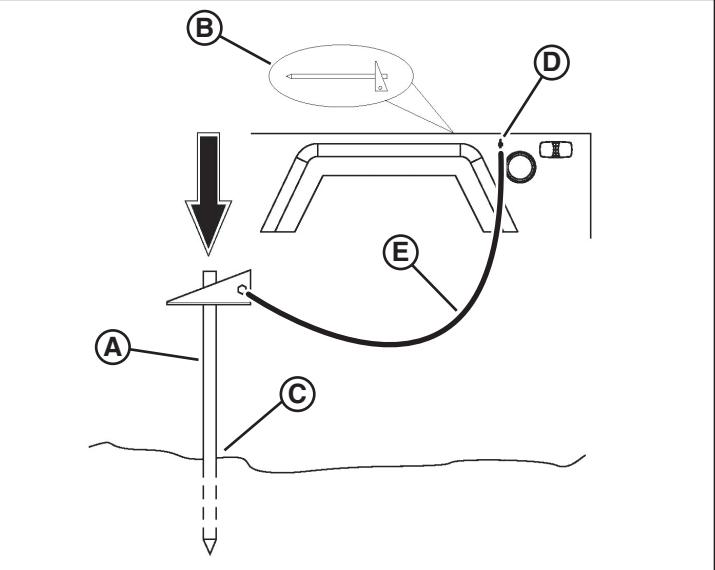

Figure 13
- Retirer le piquet de terre (A, Figure 13) de son logement à l'intérieur du compartiment moteur (B).
- Choisir un endroit sur le sol du chantier (C, Figure 13) à moins de 5 pieds de la cosse de mise à la terre (D), se trouvant sur le côté gauche de la tour d'éclairage, vers l'arrière. À l'aide d'un maillet, enfoncer le piquet de terre dans le sol.
- Fixer le câble du piquet de terre (E, Figure 13) entre le piquet de terre et la cosse. S'assurer que les connexions du câble sont serrées.